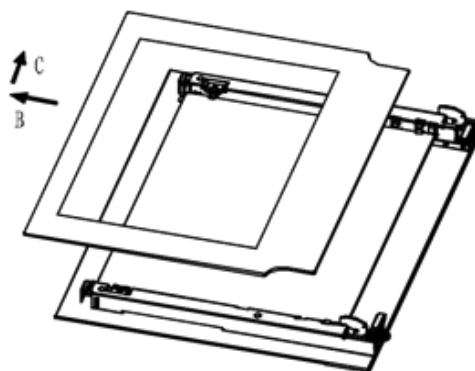

Рис.11
2. Медленно вытащите внутреннее стекло (Рис.11)